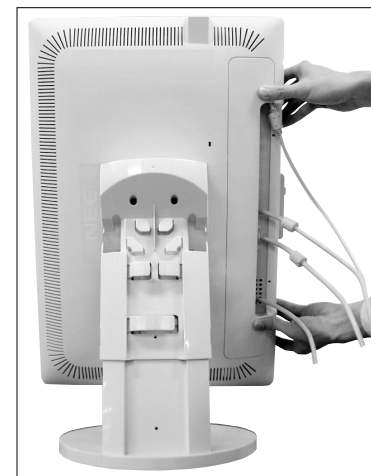

Abbildung C.5
7. Befestigen Sie die Anschlussabdeckung wieder an der Rückseite des Gehäuses (**Abbildung C.5**).